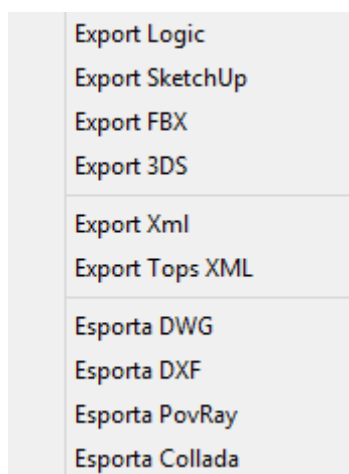

Figura 4.35: Tipi di esportazione dell'ordine
**ESPORTA:** permette l'esportazione dell'ordine in diversi formati, troviamo l'elenco completo in figura 4.35;